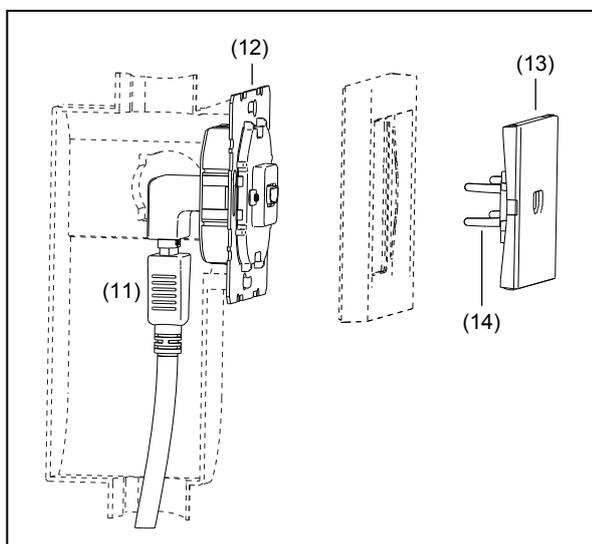

Bild 7
- Stecker des Verbindungskabels hinten in die dafür vorgesehene Buchse der Multimedia Steckdose stecken (Bild 7, 11) **oder**
- Einsatz (Bild 7, 12) lagerichtig über den Tragring mit der Einbaudose verschrauben.
- Zentralstück (Bild 7, 13) in den Rahmen legen.
- Zentralstück zusammen mit dem Rahmen mittels Klemmfedern (Bild 7, 14) auf den Einsatz stecken.